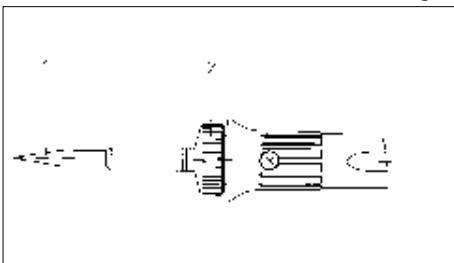

Fig. 6
- Dévisser la panne (pos. 1/fig. 6) en tournant la bague moletée (pos. 2/fig. 6).
- Soltar la punta de soldar (pos. 1/fig. 6), haciendo girar la tuerca grafilada (pos. 2/fig. 6) en el sentido contrario a las agujas del reloj.